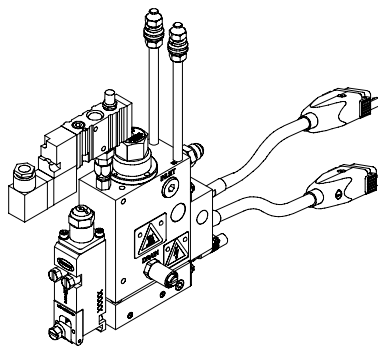

Fig. 1 Pistolet UM22/UM25 type (la figure représente un module UM22 standard réglable)
Les pistolets UM22/UM25 servent à appliquer un adhésif thermofusible sur un produit. L'adhésif pénètre dans le pistolet par l'orifice d'entrée et est amené dans un ou plusieurs modules UM22/UM25 au travers d'un distributeur d'adhésif chauffant. Lorsque les modules s'ouvrent (déclenchement par électrovannes), l'adhésif en sort et pénètre par des canaux dans les buses installées sur les modules UM22/UM25. Simultanément, de l'air chauffé est insufflé via le distributeur d'air par les canaux prévus à cet effet dans les buses, puis sur l'adhésif afin de lui donner la forme correspondant au schéma de dépose voulu. Les modules UM22/UM25 permettent d'obtenir divers schémas de dépose (type fibrisation contrôlée (CF), « Meltblown », « Summit », « Sure Wrap » et « Control Coat »). La figure 1 représente